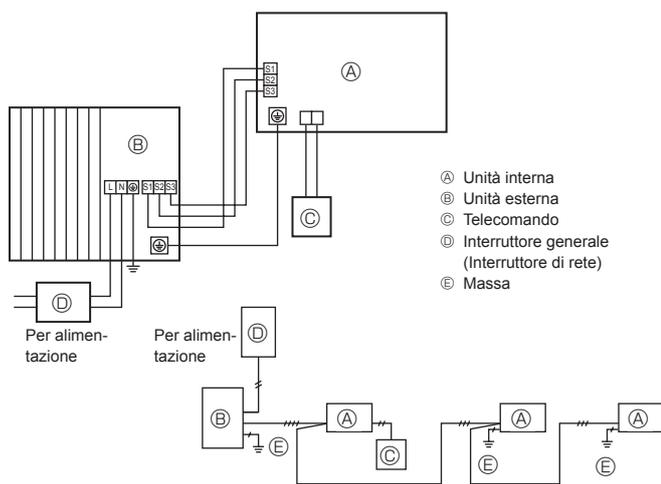
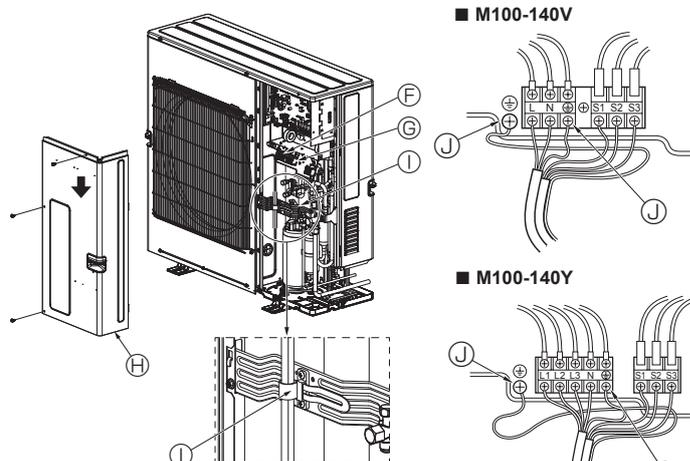

Fig. 6-1
Fig. 6-2
6.1. Unità esterna (Fig. 6-1, Fig. 6-2)
- ① Rimuovere il pannello di servizio.
- ② Posizionare i cavi secondo la Fig. 6-1 e la Fig. 6-2.